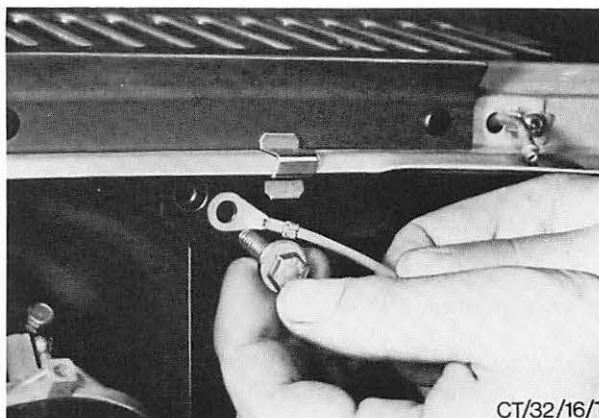

Abb. 23 Lage der Masseleitung
18. Abdeckplatte – Wischergestänge anbringen und mit 5 Schrauben befestigen. Darauf achten, daß das Massekabel mit der oberen linken Schraube befestigt wird. Abb. 23.